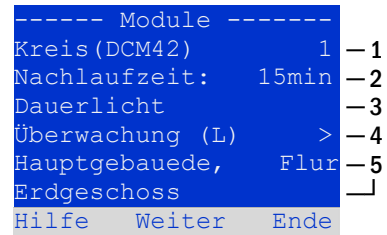

Abb. 23: Stromkreis-Statusanzeige
Nachdem Sie mit dem INFO-Taster die Stromkreis-Statusanzeige geöffnet und den gewünschten Stromkreis mit △ und ▽ ausgewählt haben (vgl. voriger Kapitel), gelangen Sie mit ▷ oder Enter ○ zu der Seite mit den Einstellungen für diesen Stromkreis (Abb. 23). Folgende Punkte werden angezeigt:
- 1 – die laufende Nummer des angezeigten Stromkreises (Abb. 23, Ziffer 1). Wenn diese ausgewählt (d.h. hell hinterlegt) ist, können Sie mit ◀ und ▶ zur Ansicht der übrigen Stromkreise wechseln.
- 2 – Nachlaufzeit ^[2] (Erklärung siehe unten) (Abb. 23, Ziffer 2). Diese kann mit ◀ und ▶ in Stufen zwischen 1 min und 15 min (Minuten) eingestellt werden; alternativ kann eine manuelle Handrückschaltung ^[3] gewählt werden.
- 3 – Betriebsart (Abb. 23, Ziffer 3). Mit ◀ und ▶ können Sie zwischen folgenden Einstellungen wählen:
- 4 – Überwachungsart (Untermenü) (Abb. 23, Ziffer 4). Mit ▷ oder Enter ○ gelangen Sie in den Bildschirm zur Einstellung der Überwachungsart (s. folgender Kapitel 9.4.1).
- 5 – Bezeichnung (zweizeilig) (Abb. 23, Ziffer 5). Jedem Stromkreis können Sie eine 42-stellige Bezeichnung geben. Nach Auswahl der betreffenden Zeile wechseln Sie mit Enter ○ in den Bearbeitungsmodus. Mit ◀ und ▶ wählen Sie die zu ändernde Position; das Zeichen wählen Sie mit △ und ▽ aus (verfügbare Zeichen siehe Abb. 22). Die Eingabe wird mit Enter ○ oder Ende abgeschlossen. Hinweis: Mit einer externen Tastatur können Sie die Bezeichnung direkt eingeben.